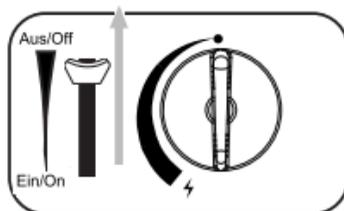

Fig. 10
1. Coloque la muletilla (18) en posición **OFF** (17).
3. Después de apagar la llama, apriete la palanca de bloqueo de cartucho de gas (15) hacia arriba colocándola en posición **Aus/Off** (14). (fig. 10)
4. Abra la cubierta del compartimiento para el cartucho de gas (8) y retire el cartucho.